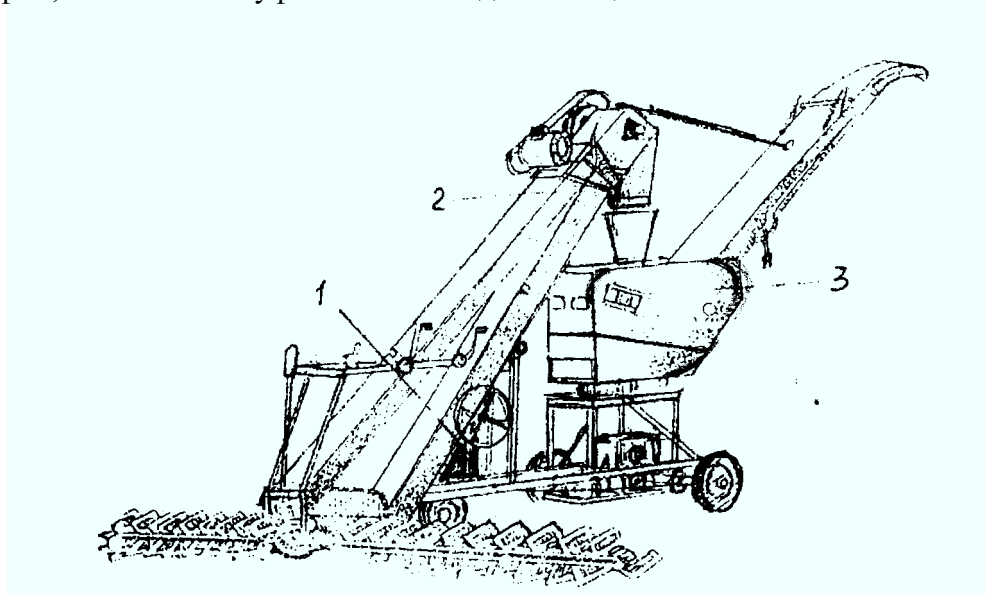

Рис. 1 Зернометатель самопередвижной ЗМЧН-90-21М: 1-рама с ходом; 2-транспортер загрузочный; 3-метатель.
Зернометатель самопередвижной ЗМСН-90-21М (рис.1) производительностью 90 т/ч предназначен для механизации погрузочно-разгрузочных работ на следующие технологические операции.
3.1.1 Зернометатель состоит из следующих основных узлов и механизмов (рис.1): рамы с ходовой частью 1; транспортера загрузочного с двумя Т-образно расположенными питателями 2; метателя 3;